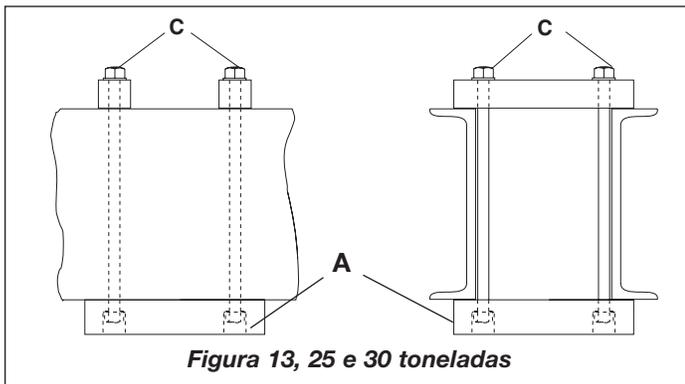

Figura 13, 25 e 30 toneladas
1. Solte, NÃO REMOVA, os parafusos (B) localizados na parte superior da armação da prensa.
2. Deslize o conjunto do bloco de montagem do cilindro (A) até a posição desejada na armação da prensa.
3. Aperte os parafusos (B).
7.2 Modelos de 25 e 30 toneladas: veja a figura 13